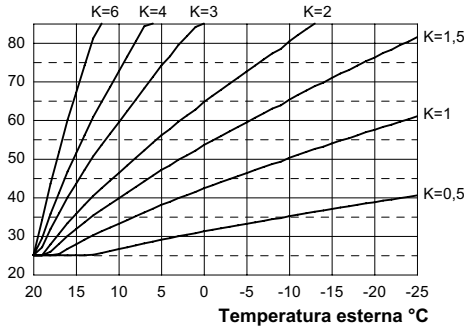
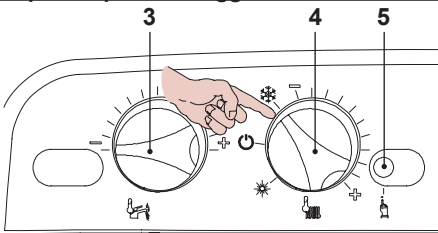

Fig. 5.34
Fig. 5.35
Quando si installa la sonda esterna bisogna impostare questo parametro in base al rendimento dell'impianto di riscaldamento per ottimizzare la temperatura di mandata (Fig. 5.34). Es. Per avere una temperatura di mandata all'impianto di riscaldamento di 60°C con una esterna di -5°C si deve settare un K di 1,5 (linea tratteggiata in Fig. 5.34).
- Posizionare le manopole 3 e 4 indicato in Fig. 5.35.
- Per settare il coefficiente K, determinato dalla Fig. 5.34 bisogna entrare in programmazione premendo per 15 secondi il pulsante di ripristino **5**, in Fig. 5.35 fino alla comparsa del parametro **P01** sul display LCD; sul display LCD compare la seguente visualizzazione (la sequenza **P01** si alterna a --- --).
- Premere il pulsante di ripristino **5**, in Fig. 5.35, per lo scorrimento dei vari parametri sino al raggiungimento del parametro **P15** valido per il settaggio del coefficiente K; sul display LCD compare a seguente visualizzazione (la sequenza **P15** si alterna a **00**).
ad un massimo di **255** in base alla curva scelta del coefficiente K in Fig. 5.34.